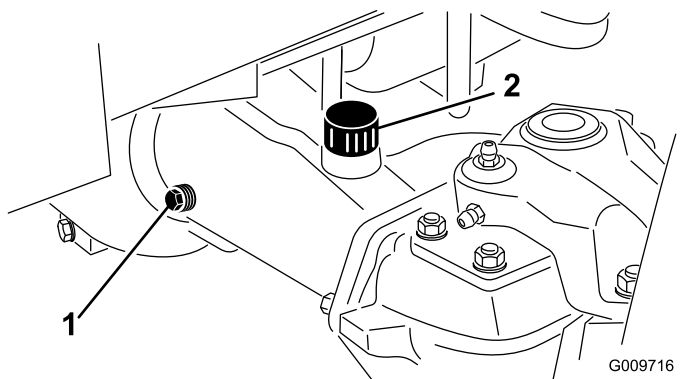

Figura 84
2. Retire o tampão de verificação de uma extremidade do eixo e certifique-se de que existe lubrificante até ao fundo do orifício (Figura 84).